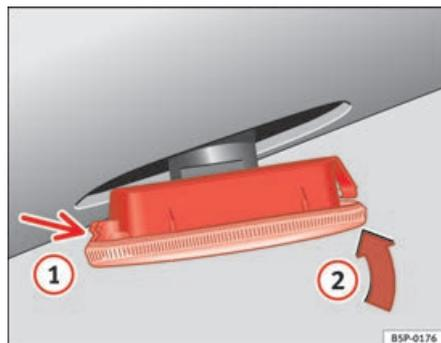

Fig. 161 Indicadores de direcção laterais
- Coloque o pisca em primeiro lugar no orifício da carroçaria, encaixando as patilhas ① ⇒ fig. 161, e, em seguida, encaixe a lâmpada da forma indicada pela seta ② ⇒ fig. 161. ■